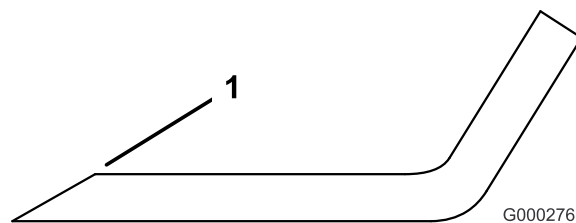

Figura 94
- Utilice una lima para afilar el filo de corte en ambos extremos de la cuchilla (Figura 94). Mantenga el ángulo original. La cuchilla permanece equilibrada si se retira la misma cantidad de material de ambos bordes de corte.